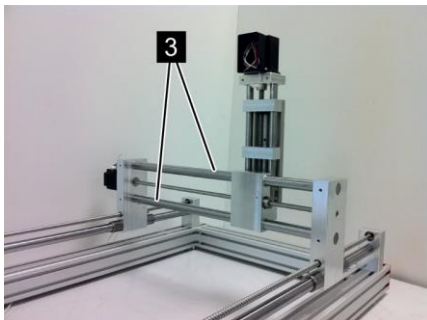

Abb. 26: Linearführung der Y-Achse
5. Zwei Linearführungen der Y-Achse (Abb. 26/3) mit einem fusselfreien und mit Leichtlauföl benetzten Lappen einölen.